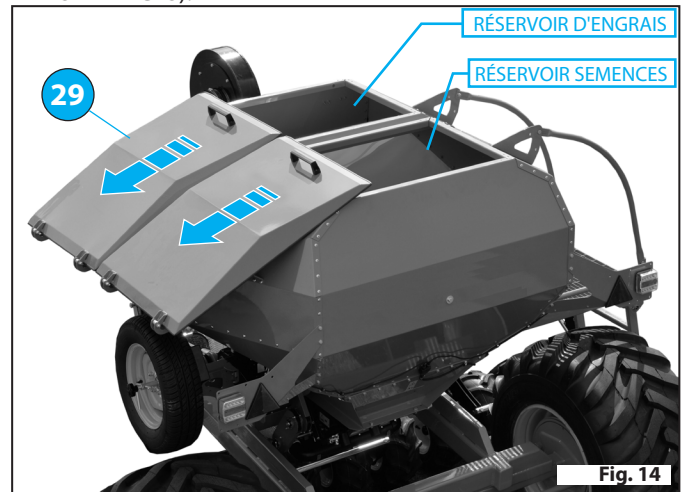

Fig. 14
- Otworzyć pokrywy **29** «Fig. 14» zbiornika na nawóz (RESERVOIR D'ENGRAIS) i na materiał siewny (RESERVOIR SEMENCES).